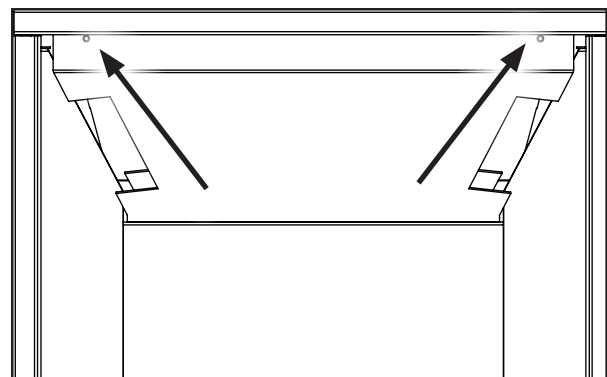

Figure 60 Vis du panneau. Haut.
8. Installez le panneau de porcelaine haut en le vissant à la chambre de combustion dérouter comme indiqué dans la Figure 60 avec les vis fournies.